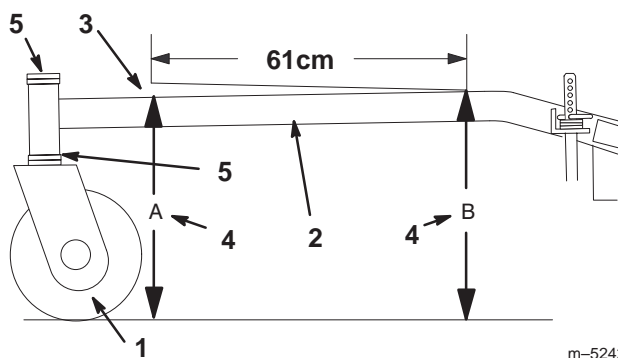

Figure 47
L'inclinaison avant/arrière du bâti porteur doit être égale à 6 mm sur 61 cm de sa longueur (Fig. 47).
1. Mesurez 61 cm sur le bâti porteur (Fig. 47).
2. Mesurez la hauteur du bâti porteur au point "A" (Fig. 47).
3. Mesurez la hauteur du bâti porteur au point "B" (Fig. 47).
4. La hauteur au point "A" doit être inférieure de 6 à 10 mm par rapport au point "B" (Fig. 47).
5. Si ce n'est pas le cas, déplacez les entretoises des roues pivotante de manière à obtenir l'inclinaison voulue de 6 à 10 mm (Fig. 47). Déplacez les entretoises en haut ou en bas pour corriger l'inclinaison.